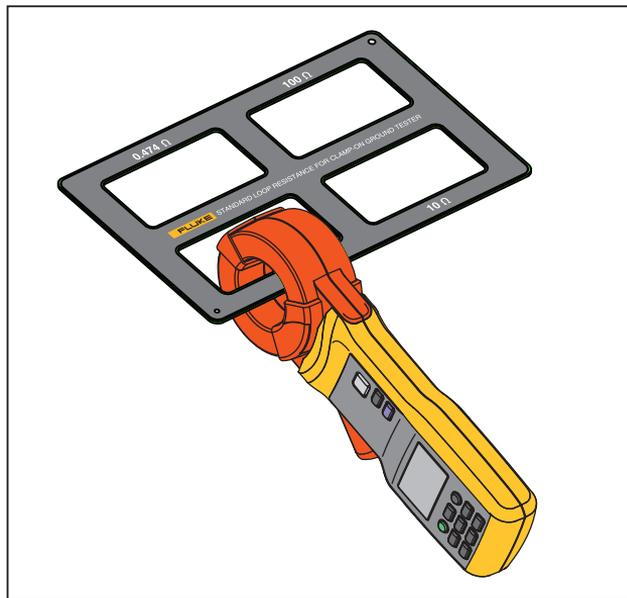

Рисунок 7. Эталон сопротивление контура
1. Расположите зажим на эталоне сопротивления контура. См. Рисунок 7.